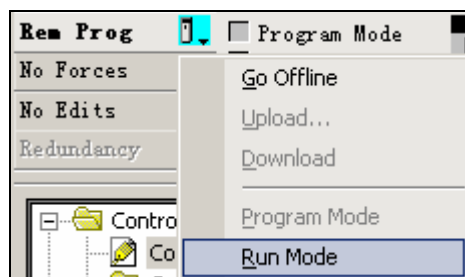

图 3-93 设为运行模式
34. 将处理器设置为 RUN (运行) 模式。可通过手动调节处理器上的钥匙位置。也可通过 RSLogix5000 软件 (此前钥匙位于 Remote), 如图 3-93 所示。